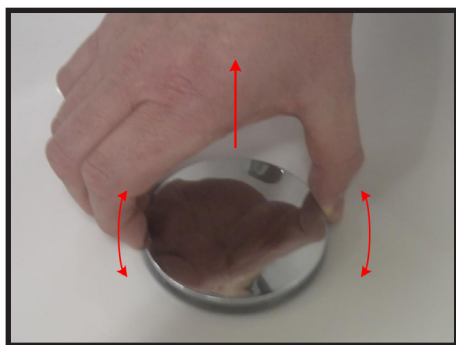

Bild 4.1 - Täcklocket tas av
1. Ta bort det kromade täcklocket i botten av massagebadkaret genom att vicka och dra det försiktigt uppåt (se bild 4.1 nedan).